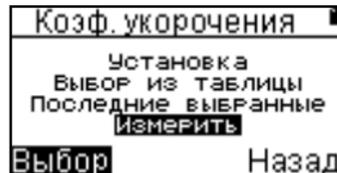
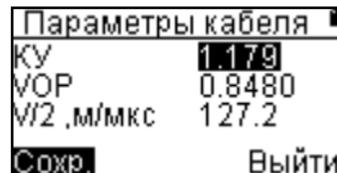
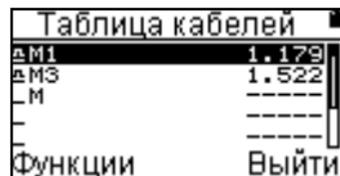

Рисунок 15
Рисунок 16
Рисунок 17
6.3.6.1 При выборе режима **Автоматический** будет предложено выбрать коэффициент укорочения (рисунок 15) несколькими способами: установкой вручную (рисунок 16), из таблицы в памяти (рисунок 17), из последних 10 измерений (рисунок 18) или измерить коэффициент укорочения кабеля по отрезку известной длины.
- **Укорочение**, можно изменить величину коэффициента укорочения в режиме **Установка** кнопками  $\langle \rangle$  (рисунок 16). Коэффициент укорочения можно выбрать из таблицы или записать в нее новые значения, удалить старые, переименовать, а также измерить по известной длине кабеля (рисунок 25).